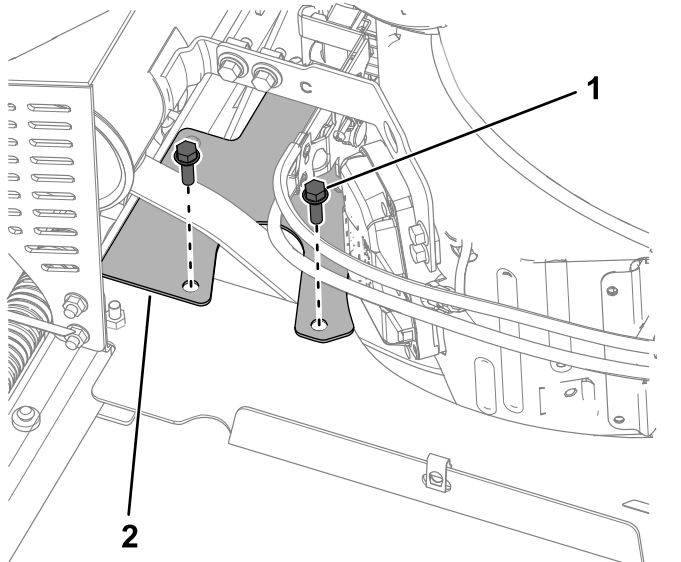

Figure 31
3. Retirez les 2 boulons (5/16" x 1") et le protège-courroie (Figure 31).
2. Montez le protège-courroie comme montré à la Figure 31. Serrez les boulons à un couple de 20 à 25 N·m.